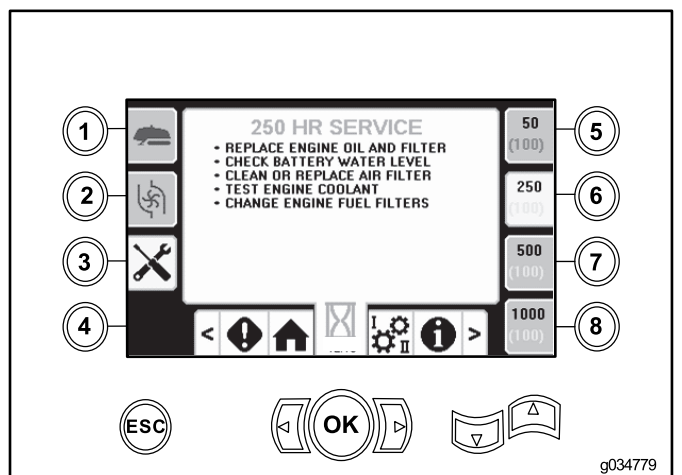

Figure 45
- Bouton 6 – à 250 heures (Figure 45)